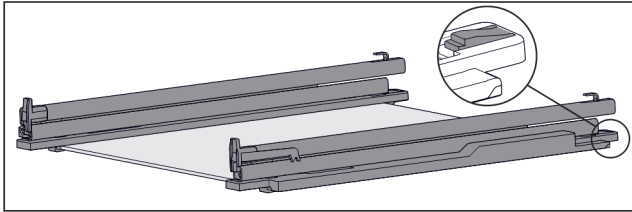

Fig. 126 Placă de sticlă cu șine și piese de fixare
- ▶ Apăsați în jos piesa de fixare din spate (vezi Fig. 126) și, în același timp, împingeți șina înapoi.